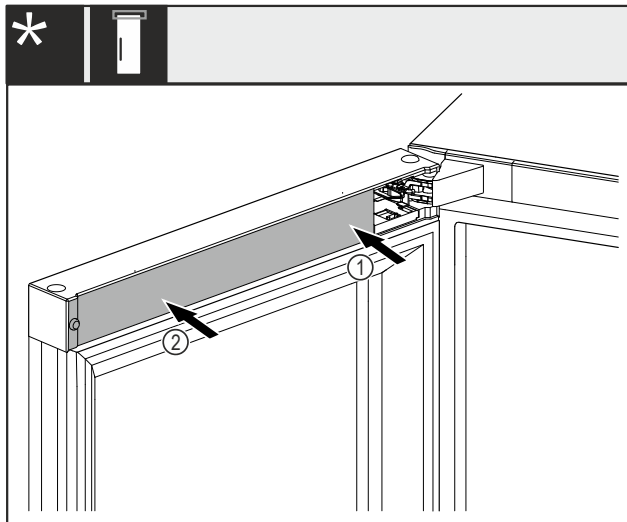

Fig. 49 *
- ▶ Sæt først afdækningen Fig. 49 (1) på hængselssiden, så den går i indgreb.*
- ▶ Sæt afdækningen Fig. 49 (2) på ydersiden, så den går i indgreb.*